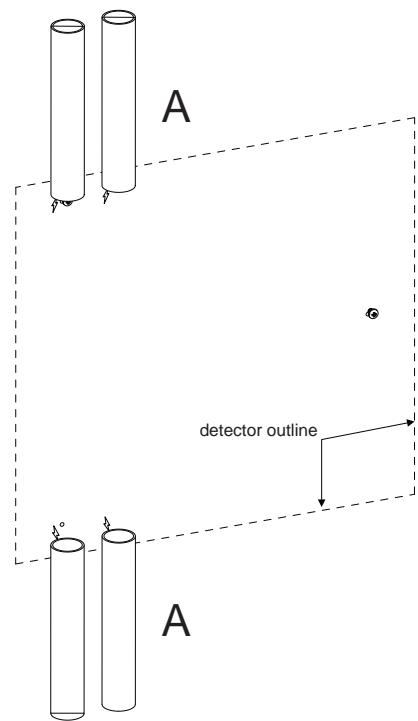

Рис. 4-12: Обрезка кабелепровода
4. Расположите кабелепроводы (A) на отмеченных центральных линиях (Рис. 4-12).